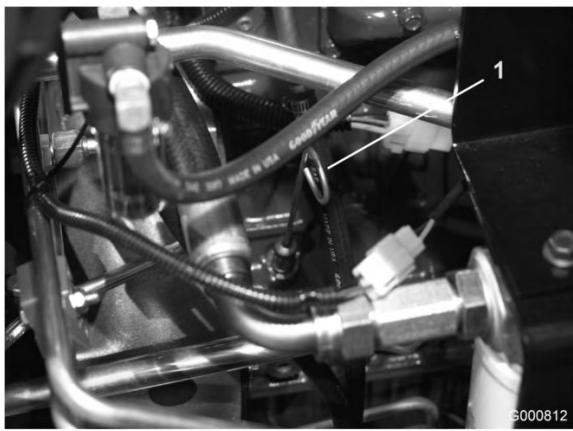

図 31
2. ディップスティック (図 31) を抜き、ウェスで拭ってもう一度差し込む。再び引き抜いて油量を点検する。FULL 位置まであればよい。